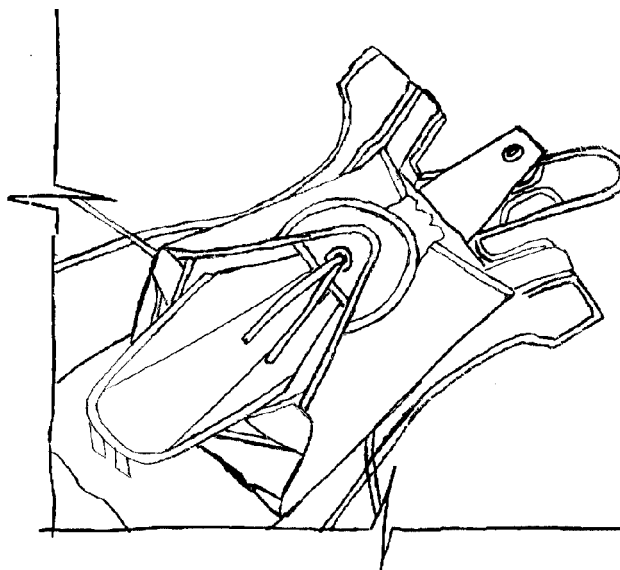
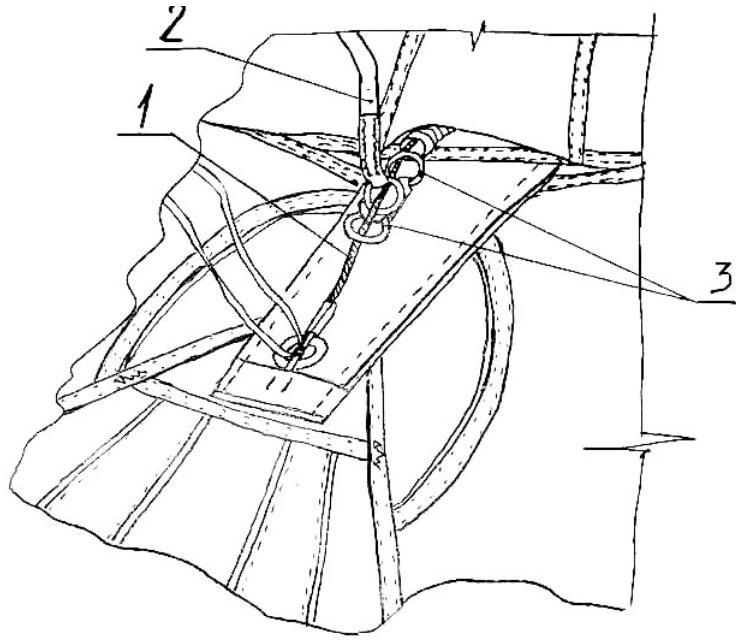
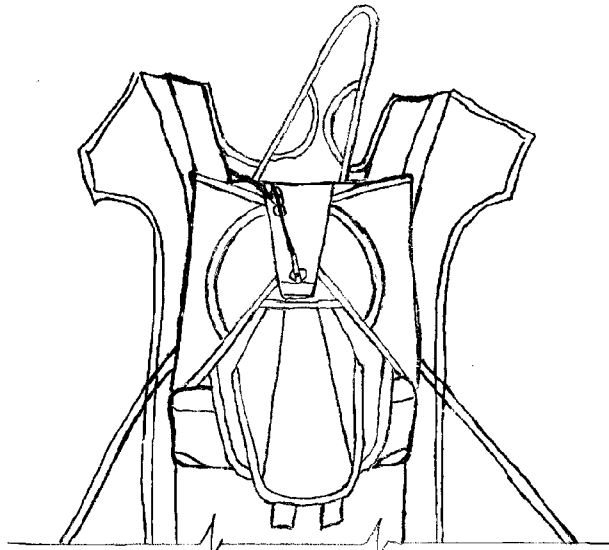

Рис. 38. Затяжка ранца.
Рис. 39. Затяжка ранца:
Рис. 40. Затяжка ранца.
Пропустить стропу-затяжку в люверс нижнего (рис. 38) и верхнего клапанов ранца, вытянуть зачековочную петлю через люверсы и зачековать петлю зачековочной шпилькой (рис. 39) звена ручного раскрытия, предварительно пропустив трос звена через кольца системы «Транзит». Аккуратно удалить затяжку (рис. 40).
2. Для обеспечения надёжной работы системы «Транзит» направляющие кольца на верхнем клапане отсека ПЗ (рис. 39) должны быть разложены в разные стороны.